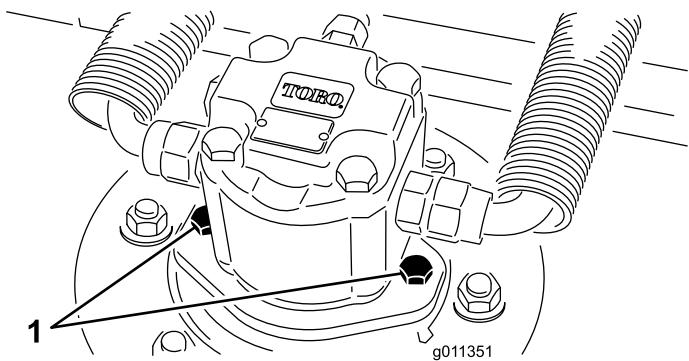

Figura 92
2. Desligue e retire o motor hidráulico da unidade de corte (Figura 92). Cubra a parte superior do eixo para não o sujar.
3. Instale o motor hidráulico na unidade de corte (Figura 92). Verifique se o anel de retenção está posicionado corretamente e não está danificado.